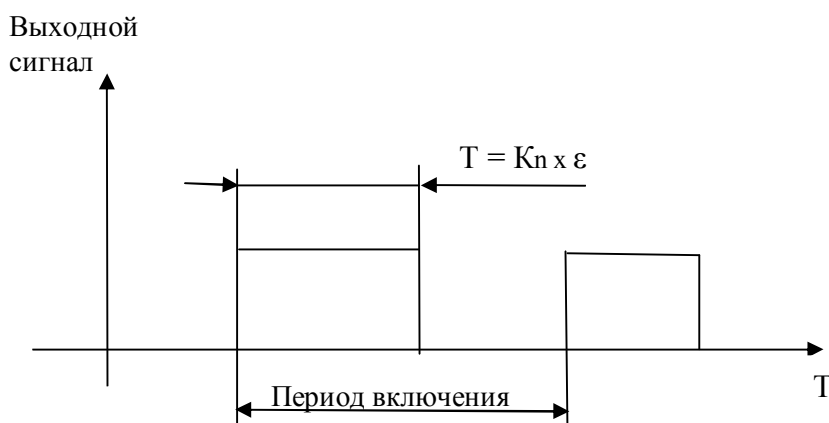

Рис. 2
2.3.7. Давление газа, воздуха регулируется по пропорциональному закону регулирования с широтно-импульсной модуляцией (ШИМ) выходного сигнала (Рис.2).